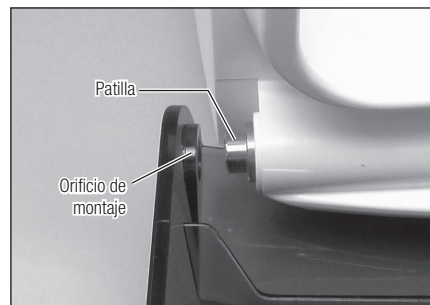

Fig. 23
- 1) Encaje el orificio de montaje de la puerta en la patilla en el lado delantero izquierdo (Fig. 23).